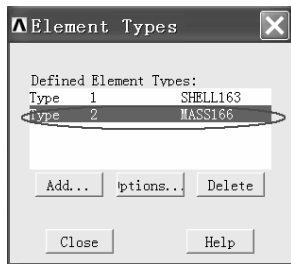
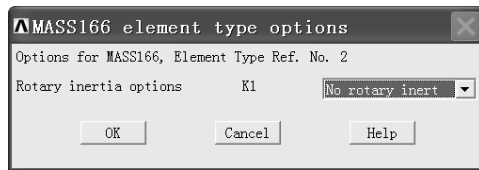

图 3-79 “Element Types”窗口
图 3-80 “MASS166 element type options”窗口
(4) 此时“Element Types”窗口中的方框内出现两种单元，即“Type 1 SHELL163”和“Type 2 MASS166”。用鼠标左键单击选中“Type 2 MASS166”（见图 3-79），然后单击“Options...”，弹出“MASS166 element type options”窗口（见图 3-80），单击“MASS166 element type options”窗口中的“OK”按钮重新返回到“Element Types”窗口，最后单击“Close”按钮。